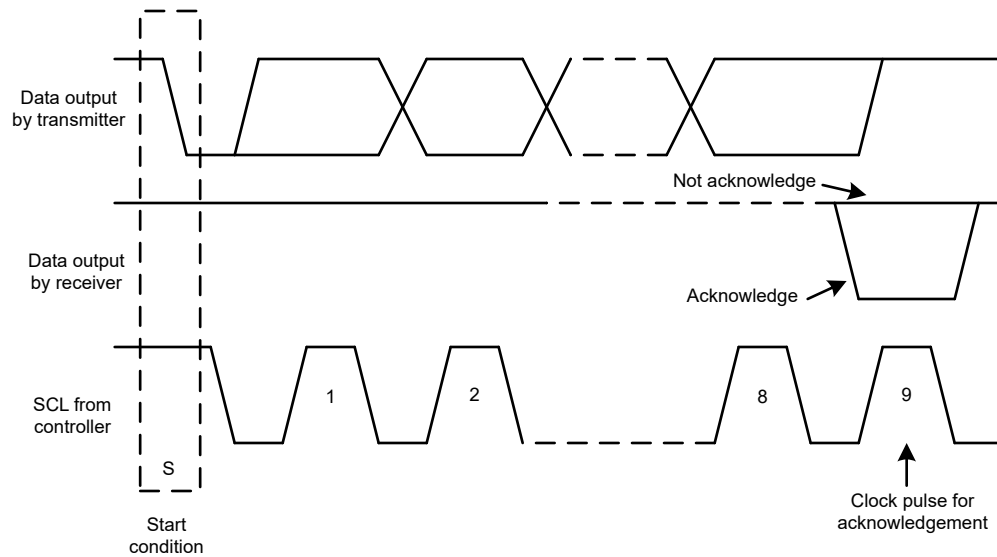

図 6-20. I²C バスにおける確認応答と非確認応答
特定のタイミング信号以外では、I²C インターフェイスはシリアル バイトで動作します。各バイトの最後に、9 回目のクロック サイクルで確認応答信号が生成および検出されます。確認応答は、9 回目のクロック サイクルの high 期間中 SDA ラインを low にすることで行われます。否定応答は、図 6-20 に示すように 9 回目のクロック サイクルの high 期間中 SDA ラインを high のまま保持することで行われます。
2. 次に、コントローラは SCL パルスを生成し、7 ビットのアドレスと読み取り/書き込み方向ビット (R/W) を SDA ライン上で送信します。すべての送信中、コントローラはデータが有効であることを確認します。図 6-22 は、有効なデータ条件では、クロックパルスのハイ期間全体にわたって SDA ラインが安定している必要があることを示しています。すべてのデバイスは、コントローラによって送信されたアドレスを認識して、そのアドレスをそれぞれの内部の固定アドレスと比較します。一致するアドレスを持つターゲット デバイスだけが、9 番目の SCL サイクルのハイ期間全体にわたって SDA ラインをローにすることで、アクノリッジを生成します (図 6-20 も参照してください)。コントローラがこの確認を検出すると、ターゲットとの通信リンクが確立されます。